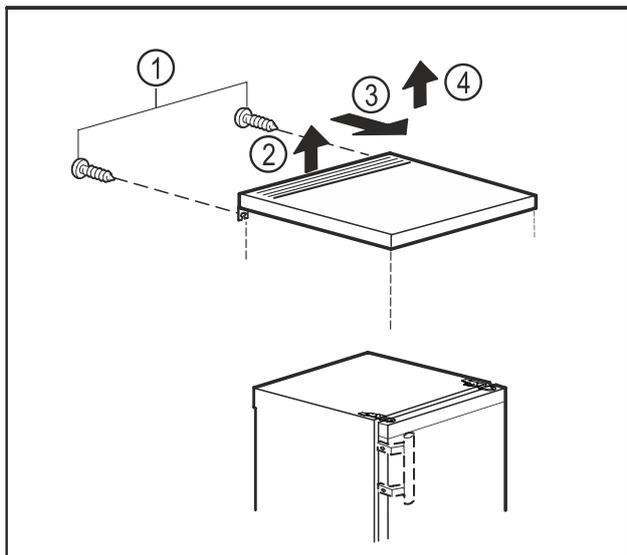

Fig. 5
- ▶ Schrauben an der Rückseite entfernen. *Fig. 5 (1)*
- ▶ Tischplatte hinten anheben. *Fig. 5 (2)*
- ▶ Tischplatte nach vorn schieben. *Fig. 5 (3)*
- ▶ Tischplatte nach oben abnehmen. *Fig. 5 (4)*